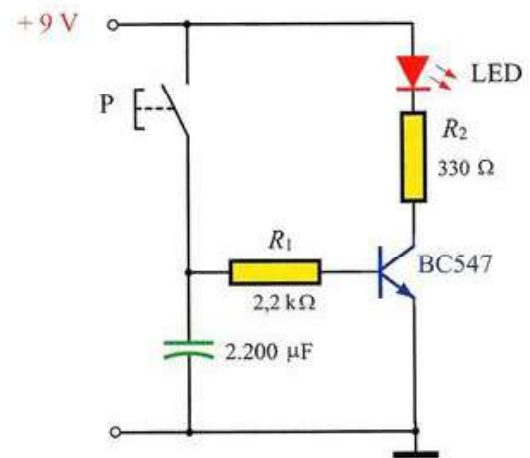

Figura 9.51. Circuito de temporizador a la desconexión de luz.
- 9.4. Circuito temporizador a la desconexión.** Se trata de conseguir que un diodo LED se encienda a través de un transistor cuando accionemos un pulsador, y que permanezca encendido solamente durante el tiempo predeterminado por un circuito temporizador construido a base de una red RC (Figura 9.51).